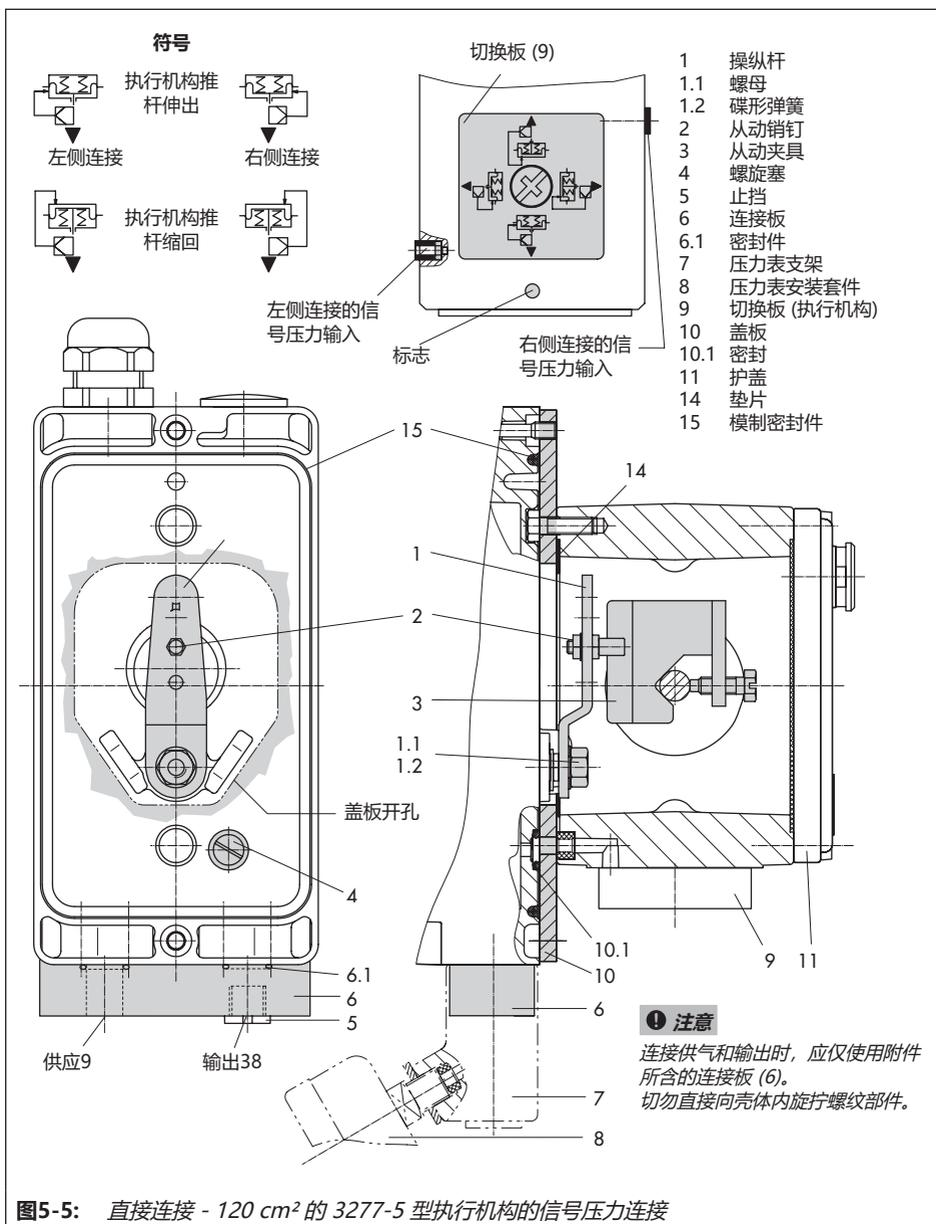

图5-5: 直接连接 - 120 cm2 的 3277-5 型执行机构的信号压力连接
##### 120 cm2 的执行机构 (参见图5-5)
1. 用定位器上的压力表安装连接板 (6) 或压力表支架 (7)。确保两个密封件 (6.1) 妥当就位。
2. 拆下定位器背部的螺旋塞 (4)，并用附件中的止挡塞 (5) 密封连接板 (6) 或压力表支架 (7) 上的信号压力输出端 (38)。
3. 将从动夹具 (3) 放置在执行机构推杆上，对齐并拧紧，使安装螺钉落入执行机构推杆的凹槽中。
4. 安装盖板 (10)，使开孔的窄侧 (左侧图 5-5) 指向信号压力连接方向。请确保垫片 (14) 指向执行机构支架方向。
5. **15 mm 行程**：使定位器背部 M 操纵杆 (1) 上的从动销钉 (2) 保持在销钉位置 35 (出厂状态)。
**7.5 mm 行程**：将从动销钉 (2) 从销钉位置 35 上拆下，然后将其重新放置在销钉位置 25 的孔中并用螺钉固定。